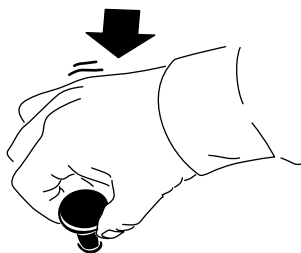

Рисунок 13
- Вдавите переключатель внутрь (Рисунок 13), чтобы выключить механизм отбора мощности или навесное оборудование.